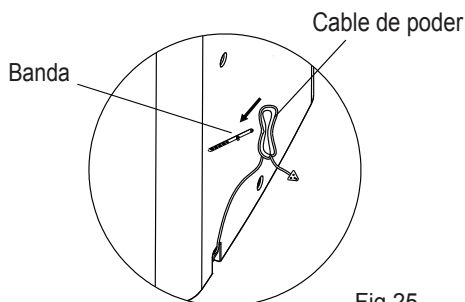

Fig.25
- Pare y desenchufe la máquina, envuelva el cable y átelo con una cinta (Fig. 25). Quite las baterías desde el mando a distancia.